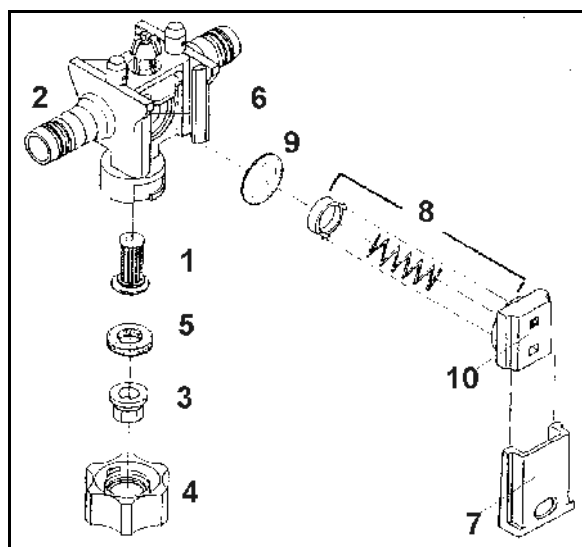

Fig. 177
Contrôlez de temps en temps le bon fonctionnement de la trappe (Fig. 177/7).
- Pour ce faire, insérez la trappe dans le corps de buse (Fig. 177/2) autant que possible en utilisant une force moyenne du pouce.
1. Introduisez par la bas le filtre de la buse (Fig. 177/1) à l'intérieur du corps de buse (Fig. 177/2).
2. Placez la buse (Fig. 177/3) dans l'écrou à baïonnette (Fig. 177/4)
3. Placez le joint caoutchouc (Fig. 177/5) au-dessus de la buse.
Des dépôts de produit dans le logement de membrane (Fig. 177/6) sont à l'origine d'une coupure des buses défectueuse (**gouttage**) en cas d'arrêt de l'alimentation de la rampe. Nettoyez alors la membrane en question comme suit :
1. Retirez la trappe (Fig. 177/7) du corps de buse (Fig. 177/2) en la faisant coulisser en direction de l'écrou à baïonnette.
2. Retirez l'élément à ressort (Fig. 177/8) et la membrane (Fig. 177/9).
3. Nettoyez le logement de la membrane (Fig. 177/6).
Vérifiez que l'élément à ressort est monté dans le bon sens. Les bords droit et gauche décalés et remontant sur le carter de l'élément à ressort (Fig. 177/10) doivent remonter vers le profil de la rampe lors de la repose.